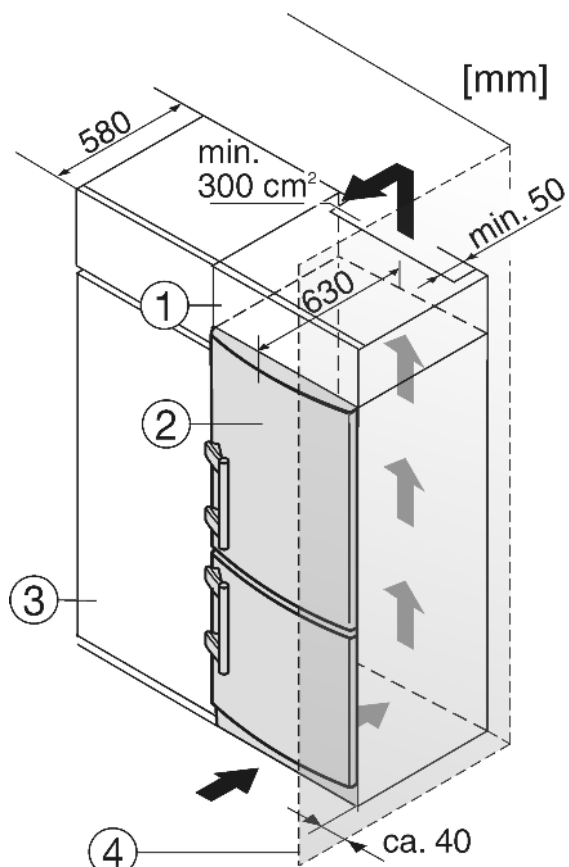

Fig. 13
Устройство может быть окружено предметами кухонной обстановки. Чтобы уравнивать устройство Fig. 13 (2) по высоте с кухонной стенкой, можно установить над устройством соответствующий дополнительный шкафчик Fig. 13 (1).
При комбинировании с обычными кухонными шкафами (глубина макс. 580 мм) устройство можно установить непосредственно рядом с кухонным шкафом Fig. 13 (3). Дверь устройства выступает по сторонам на 34 мм и по центру устройства на 50 мм относительно передней стенки кухонного шкафа. Поэтому ее можно свободно открывать и закрывать.
Если устройство установлено на шарнирах у стены Fig. 13 (4), то расстояние между устройством и стеной должно быть не менее 40 мм. Настолько выступает ручка при открытой двери.